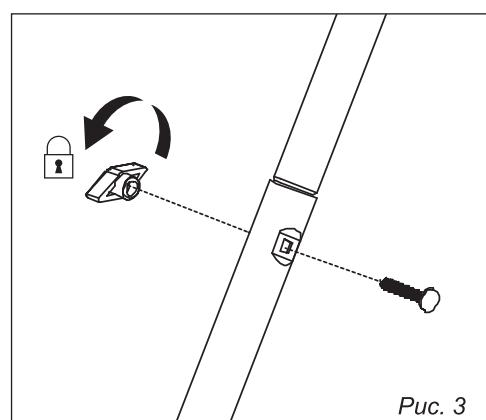

Рис. 3
2. Вставьте болт в отверстие (рис.3)
3. Затяните гайку (рис.3)